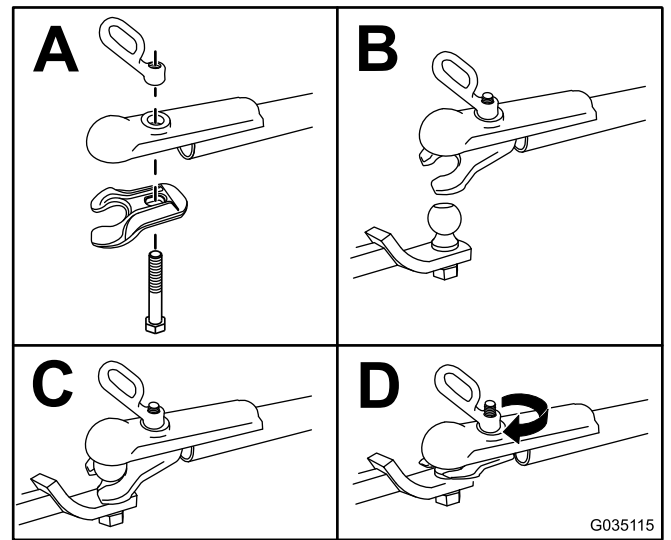

Figura 17
3. Enganche la máquina como se muestra en Figura 17.